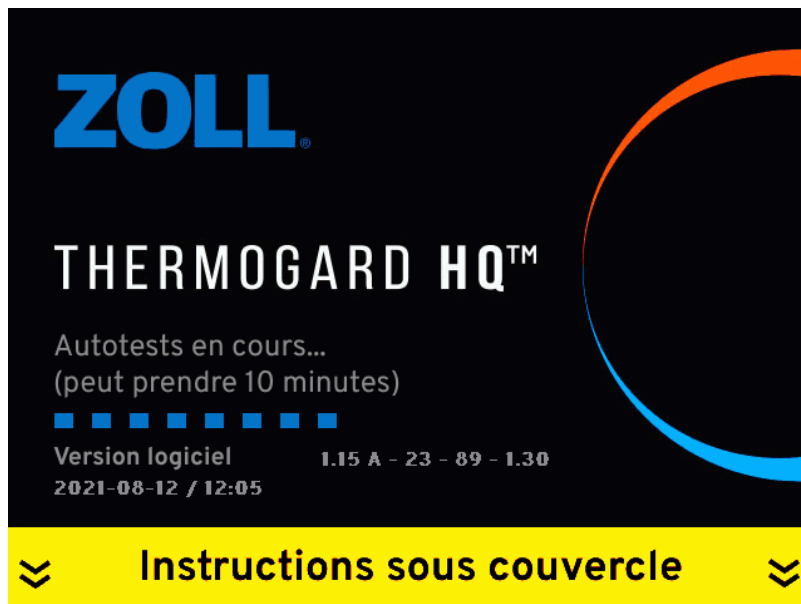

Figure 4.25. Écran d'autotest
Remarque. La version du logiciel illustrée à la Figure 4.25 est uniquement indiquée à des fins de référence ; le produit actuel peut utiliser une version différente.
14. Si la console est toujours en train d'effectuer ses autotests, l'écran d'autotest s'affiche (Figure 4.25).